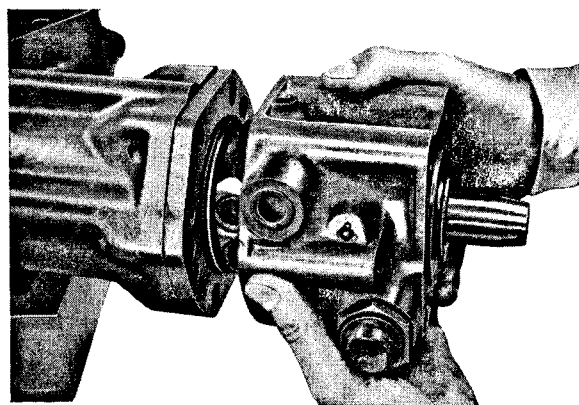

Fig. 40.
Kleppenhuus (130) met behulp van de bescherm- bus op de wormas schuiven en de bouten (134) aanbrengen (fig. 40). De bouten aanhalen met het voorgeschreven koppel (zie technische gegevens).
Avec une douille d'introduction glisser le loge- ment de soupapes (130) sur la vis sans fin et bloquer les vis (134) (fig. 40). Le couple de ser- rage de ces vis est mentionné dans les caractéris- tiques techniques.